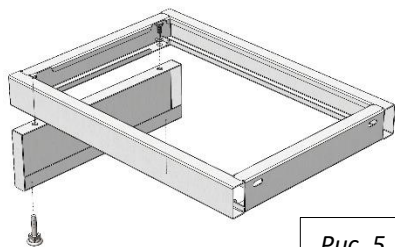

Рис. 5.1
- В случае с одной тумбой – подготовить универсальную раму для тумб: установить регулируемые опоры; для низкой тумбы – закрепить на боковой раме верхнюю раму, используя болты М8х16, шайбы 8 и предусмотренные заклёпки-гайки М8 (Рис. 5.1; 5.2)